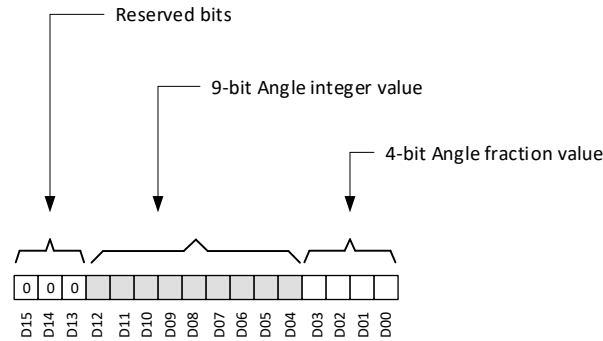

图 7-8. 角度数据定义
TMAG5170 根据 ANGLE\_EN 寄存器位设置计算角度。图 7-8 显示了 ANGLE\_RESULT 寄存器将角度信息存储在 13 个 LSB 位中。位 D04 至 D12 存储 0 至 360 度的角度整数值。D00 至 D03 位存储角度分数值，分辨率为 1/16 度。3 个 MSB 位始终填充为 b000。TMAG5170 CORDIC 提供 1/4 度的角分辨率。如果需要更高的角分辨率，可以使用外部 CORDIC。根据方程式 7 来计算角度。
- $D_i$  是图 7-8 中所示的数据位。